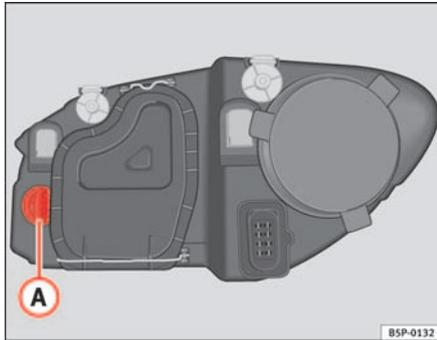

Fig. 180 Lámpara luz intermitente
- Gire el portalámparas ⇒ fig. 180 A a la izquierda y tirar.